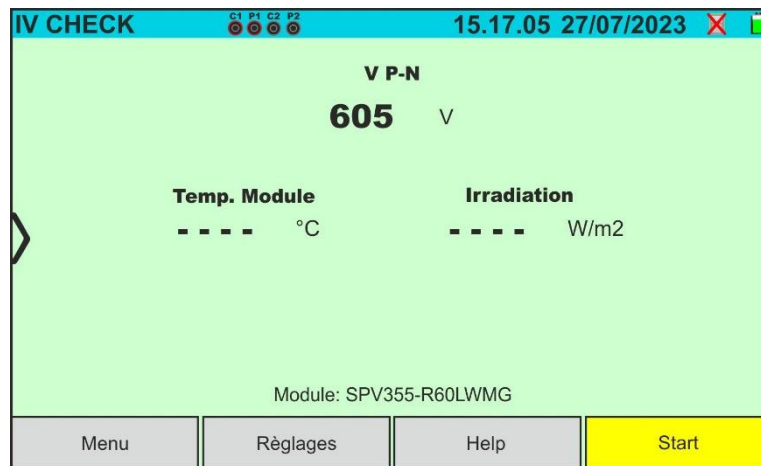

Fig. 57: Écran initial de test IVCK sans unité distante sur les modules Monoface
4. Dans le cas de modules **Monoface**, l'écran de la Fig. 57 est présent à l'écran. Les paramètres suivants sont affichés :